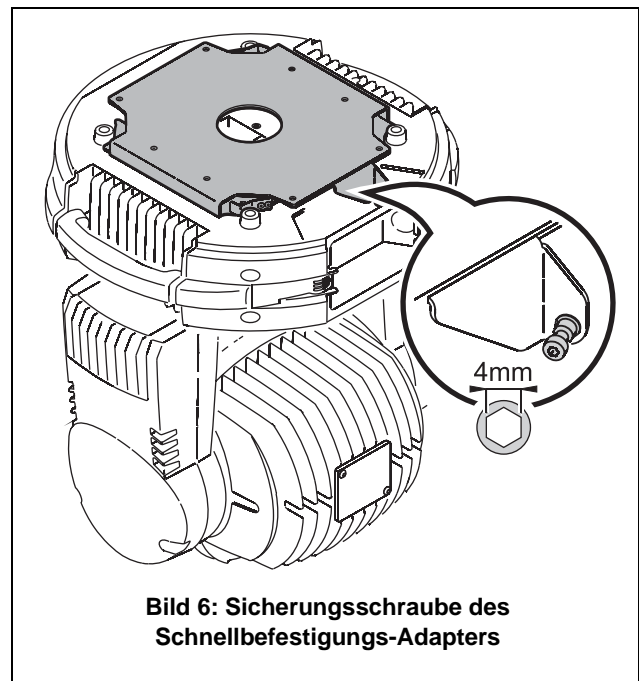

Bild 6: Sicherungsschraube des Schnellbefestigungs-Adapters
6. Siehe Bild 6. Ziehen Sie die Sicherungsschraube an der Kante **A** des Blechs fest, um das Gerät im Adapter zu sichern.